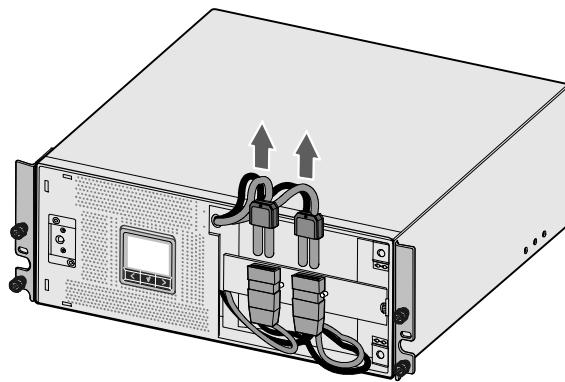

図28. 内蔵バッテリーのコネクタの取り外し方法
**4** 内蔵バッテリーのコネクタを外します（図28を参照）。